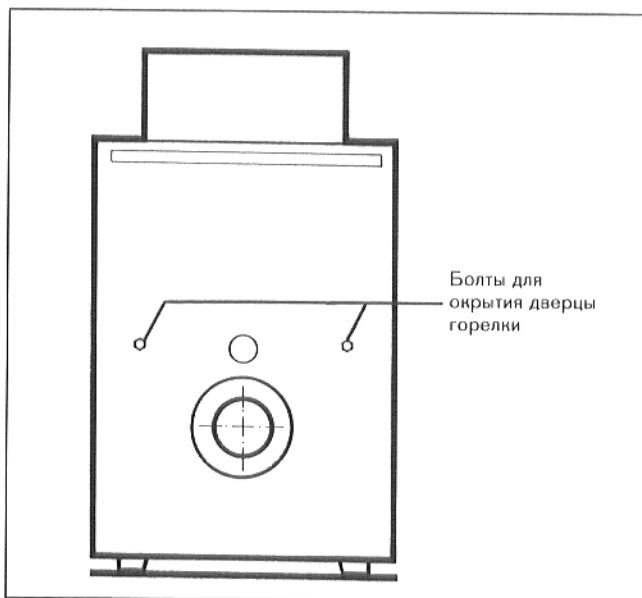
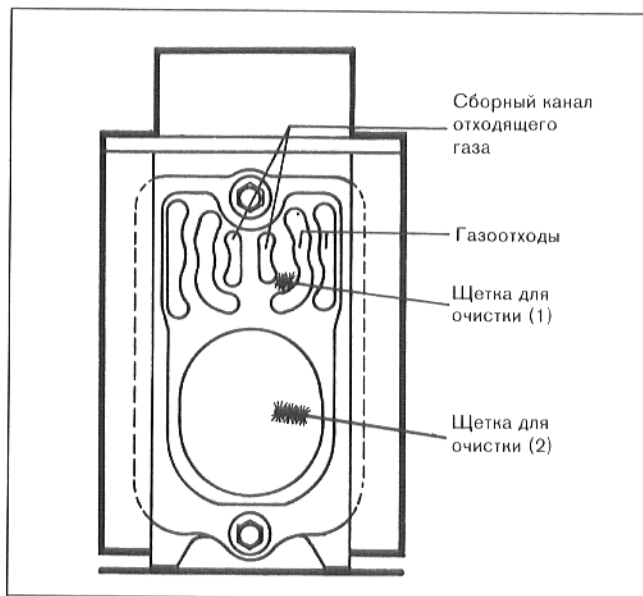

Рис. 28
Рис. 29
Открыть дверцу горелки, вывинтив предварительно шестигранные болты слева и справа у дверцы горелки (рис. 28). Произвести, при помощи щетки для очистки (1), боковые газоходы и центральный канал дымоборника. Очистка производится горизонтальными и вращательными движениями (рис. 29).
Очистить, при помощи щетки (2), камеру сгорания (рис. 29).